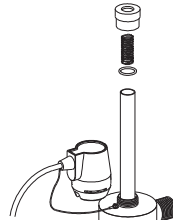

Рис. 7
- Осторожно снимите резиновые уплотнительные кольца с кварцевой трубки (рис. 7). Так как данные кольца могут “приклеиваться” к трубке, рекомендуется заменять их 1 раз в год.